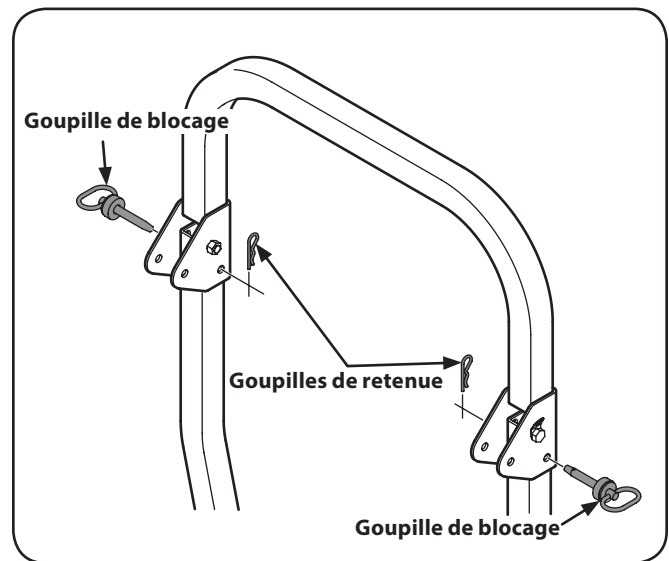

Figure 3-7
8. Placez la section supérieure de la structure de protection anti-retournement à la position verticale et insérez les goupilles de blocage et les goupilles de retenue. Voir Figure 3-7.